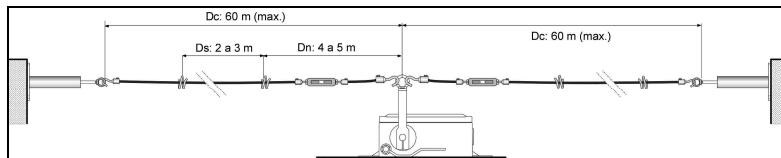

Fig 1 - Montagem das chaves
2.1 Fixar os tracionadores, suportes de cabos e as chaves de emergência na estrutura do transportador conforme fig. 1.
2.6 Destruar a chave. Neste momento, a alavanca de acionamento deve ficar aproximadamente na posição vertical (como no diagrama da fig. 1). Para fazer o ajuste fino de posição da alavanca de acionamento, gire o corpo de um dos esticadores até que a alavanca de acionamento fique na posição vertical. Se necessário, ajuste o outro esticador.